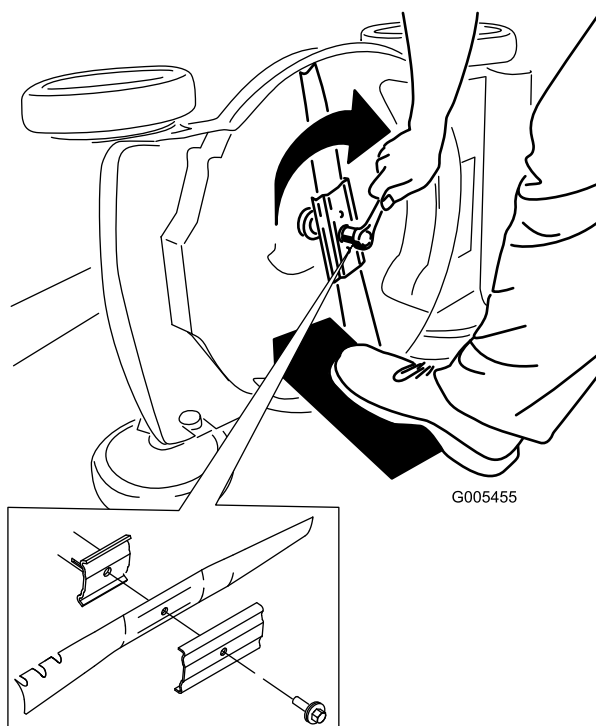

Figura 37
5. Montate la nuova lama usando la bulloneria di montaggio (Figura 37).